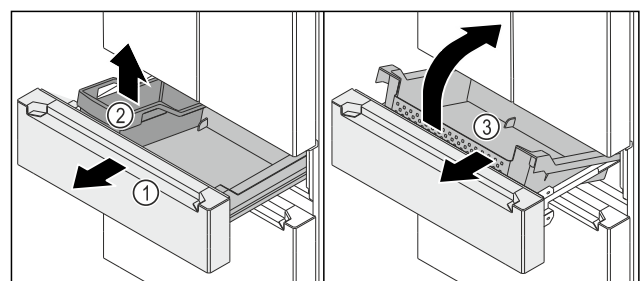

Fig. 127
- Auszugswagen Fig. 127 (1) bis zum Anschlag herausziehen.
- FlexBox Fig. 127 (2) entnehmen.
- ▶ Behälter Fig. 127 (3) vorne hochheben.
- ▶ Behälter Fig. 127 (3) schräg nach vorne entnehmen.